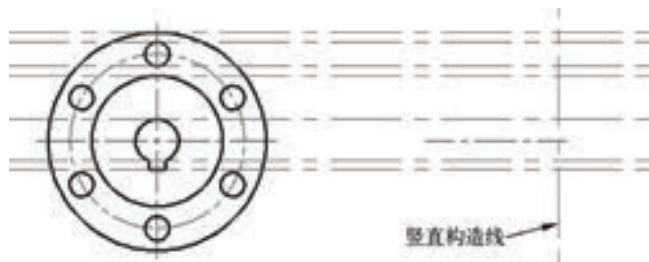

图 8-36 绘制垂直构造线
11) 绘制垂直构造线。单击“绘图”面板中的“构造线”按钮, 绘制图 8-36 所示的竖直（垂直）构造线。